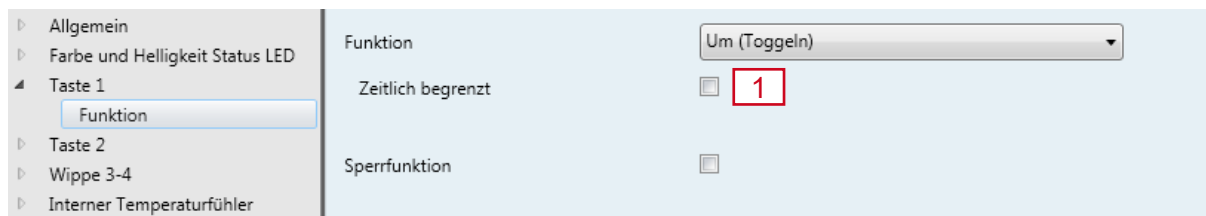

Bild 15: Funktionen "Omkoppling (toggling)" av knappen (knapparna)
-  Spärrfunktionen kan aktiveras för respektive enkelknapp (bocka för, Bild 15,1).
i Spärrfunktionen kan aktiveras för respektive vippströmställare (bocca för, Bild 15,1).
I parameterfönstren nedan konfigureras funktionen "Växling (toggling)" för manöverkonceptet Knapp och vippströmställare (Bild 15).
Denna funktion är tillgänglig i båda manöverkoncepten om boken i Bild 15, 1 är aktiverad.